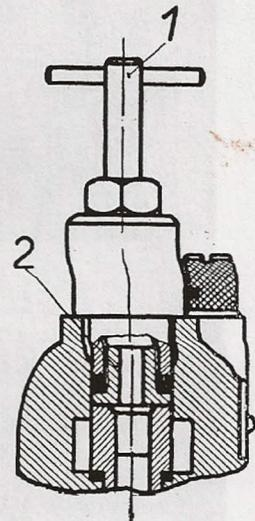

Fig. 27
4. Visser l'extracteur (fig. 27/1) sur le corps du clapet et extraire la soupape (fig. 27/2) de refoulement hors de la pompe.